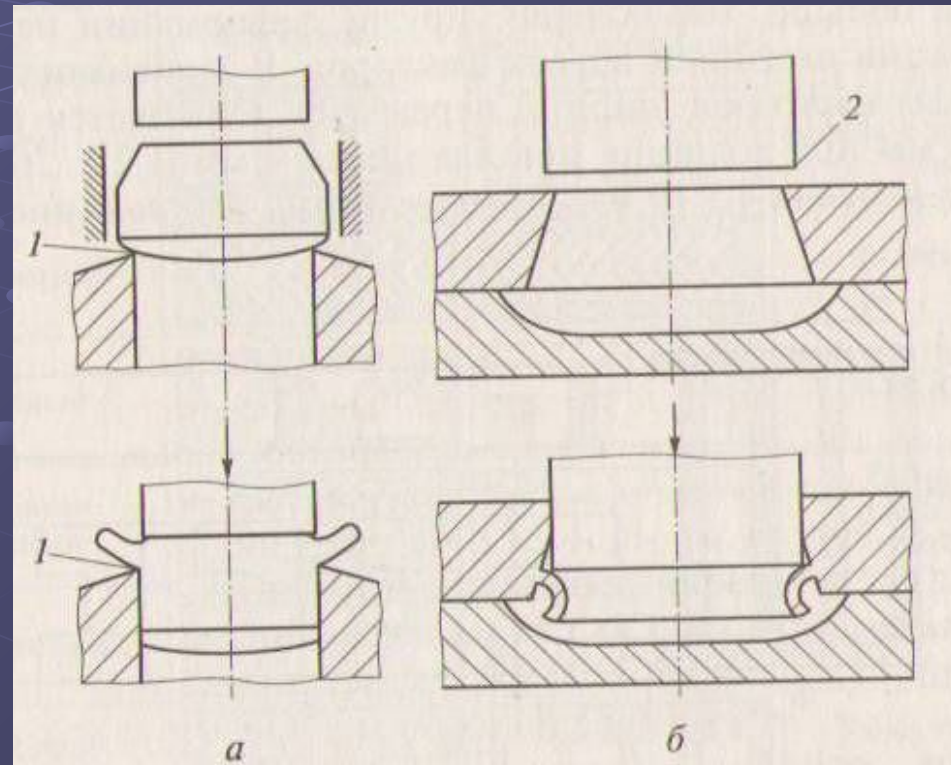

Рисунок 18.11-Схема зачистки наружного (а) и внутреннего (б) контура детали:
- **Зачистка** (рис. 18.11) заключается в срезании припуска на боковых поверхностях деталей.